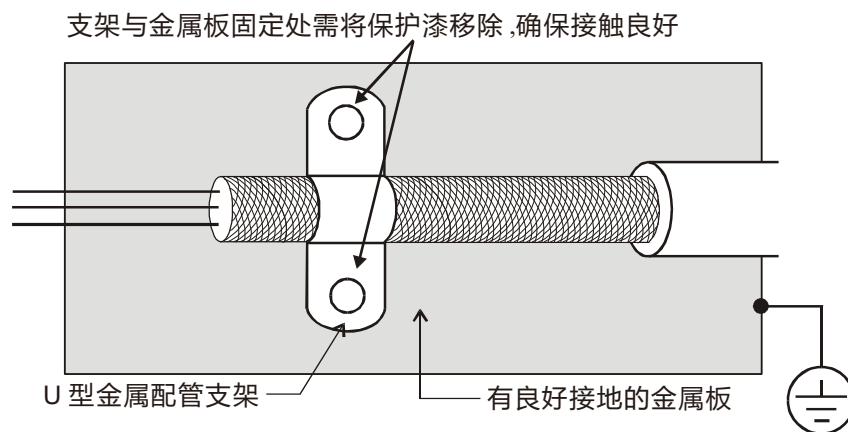

图 1
- ☑ U 型金属配管支架与金属板固定处需将保护漆移除，确保接触良好，请见图 1 所示。